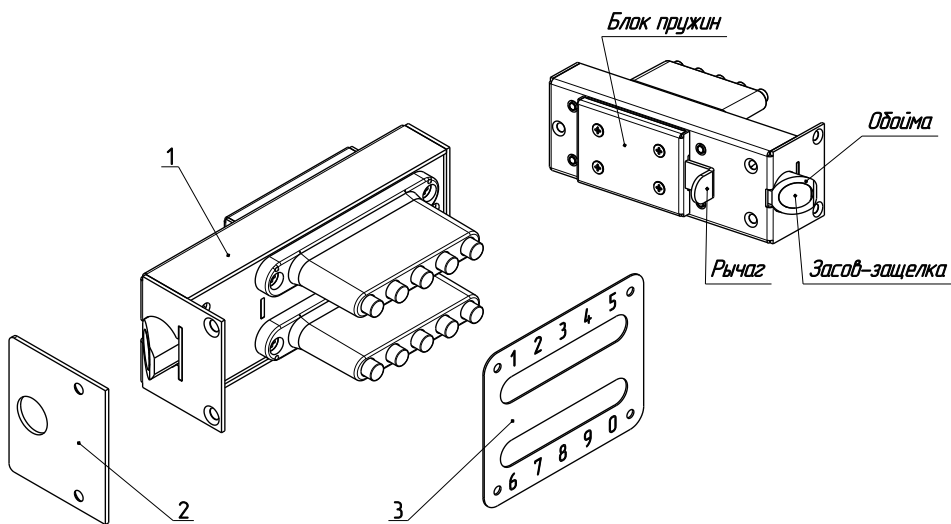

Рис.1
5.1. Внешний вид и установочные размеры показаны на рис. 1 и 2.
6.2. Для смены кода необходимо отвернуть 4 винта и снять блок пружин с рычагом (рис.1).